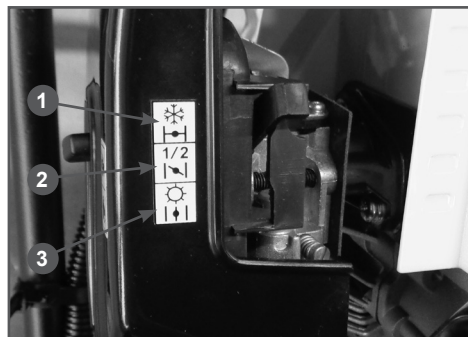

Рис. 6 Рычаг воздушной заслонки
4. Закройте воздушную заслонку. Для этого рычаг заслонки переведите в положение 1 (Рис. 6).
8. После запуска переведите двигатель в режим холостого хода. Для этого освободите фиксатор рычага газа (D) быстро нажав и отпустив рычаг газа. Прогрейте двигатель в течение около 30 секунд (рычаг воздушной заслонки при этом находится в положении 2 (Рис. 6), затем прогрейте двигатель в течение еще около одной минуты (рычаг воздушной заслонки находится в положении 3 (Рис. 6)).
В зависимости от температуры окружающей среды время прогрева двигателя может меняться. Определить, что двигатель прогрелся, можно по следующим признакам: двигатель устойчиво работает на холостых оборотах при полностью открытой воздушной заслонке (рычаг воздушной заслонки находится в положении 3 (Рис.6)) и, при нажатии на рычаг газа, двигатель резко набирает обороты без провалов.